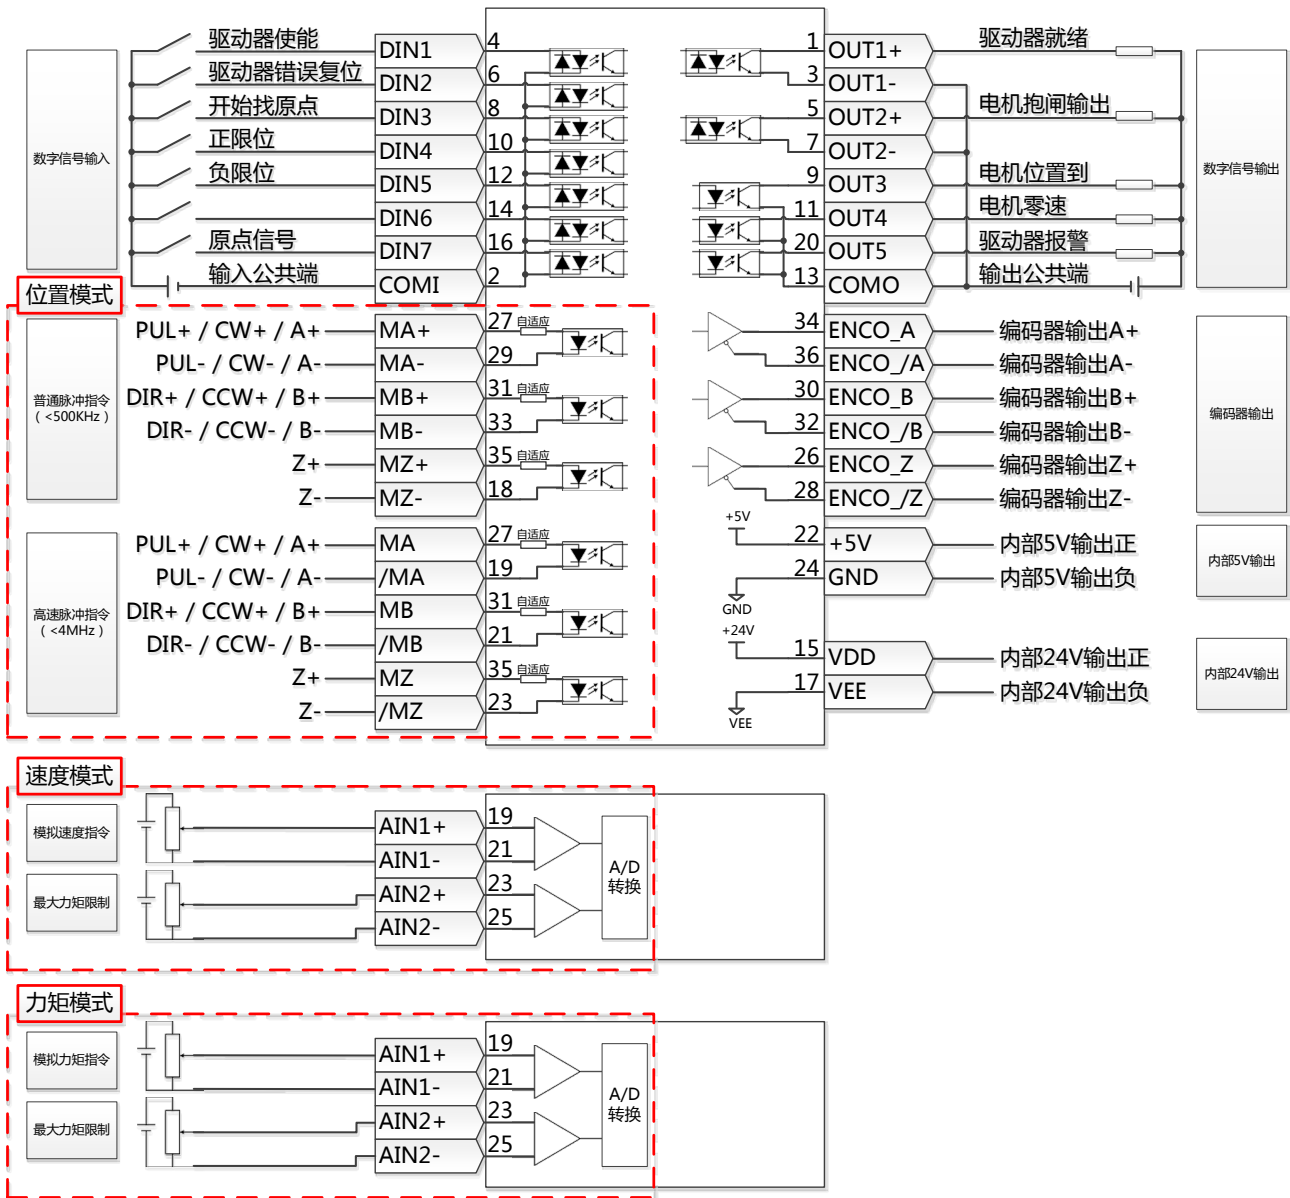
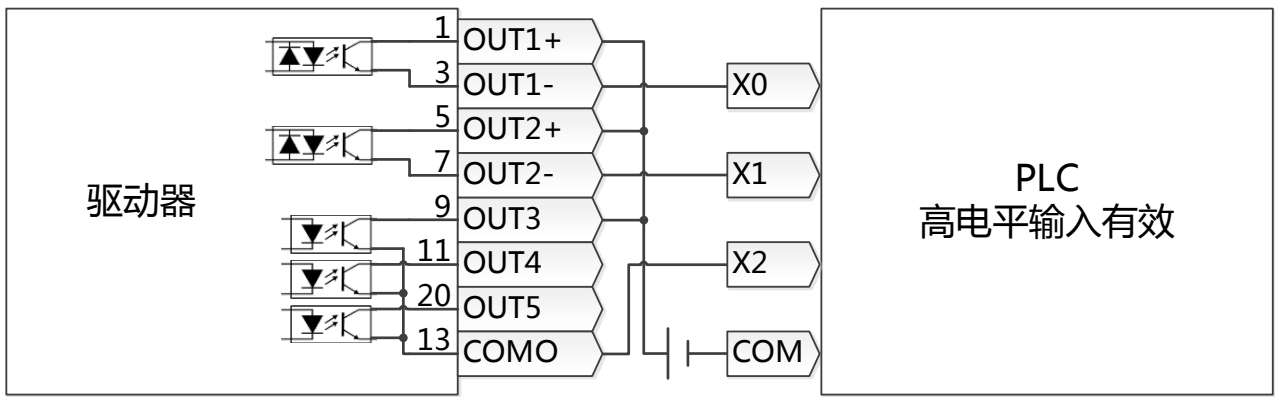

图 3-4 IO 口默认定义
图 3-5 输出口 PNP 接线方式
- 图 3-4 显示了带有默认 IO 功能的 X4 接线，更多的 IO 功能可以通过数字面板或上位机调试软件定义。有关更多 IO 功能的详细信息，请参见第五章 5.5 节。
- 对于数字输出，图 3-4 只显示 PNP 接线，如图 3-5 所示为 NPN 接线。